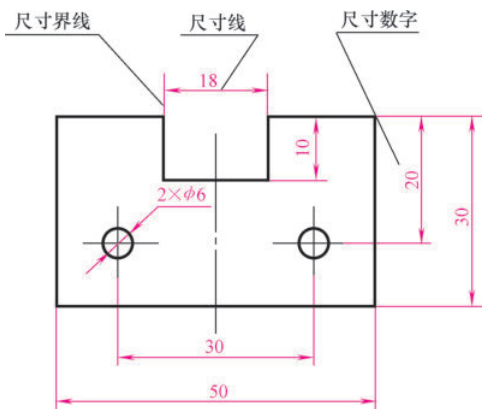

图 1-3 标注尺寸的三要素
(1) 尺寸的组成 每个尺寸都由尺寸界线、尺寸线和尺寸数字三个要素组成,如图 1-3 所示。